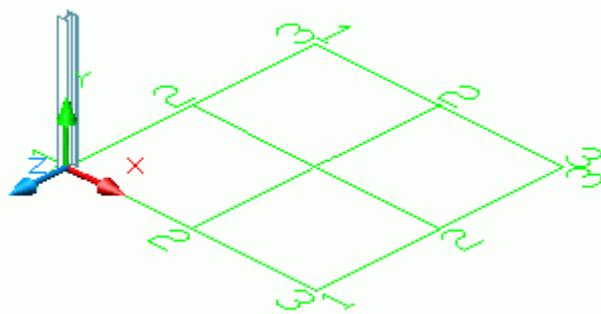

Abbildung 32: Träger HEA 400
- Wählen Sie ein geeignetes BKS (siehe Abbildung 32).